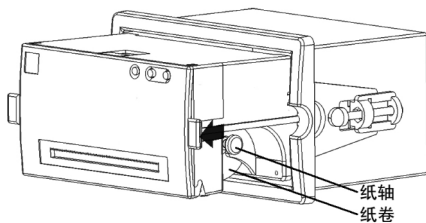

图3
①、扣住机盖两边凹入部位往外拉（如图3），拉出后可见拉出后可见纸轴和纸卷，